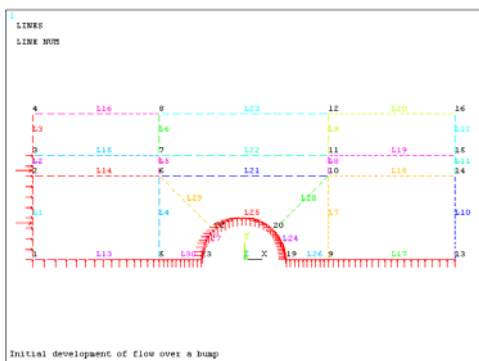

图 7-22 加载后的几何模型
⑯在“Apply VELO load on Nodes”对话框中，在“VX Load value”输入框中输入 0，在“VY a Load value”输入框中输入 0，单击“OK”按钮关闭该对话框，则加载后的几何模型如图 7-22 所示。